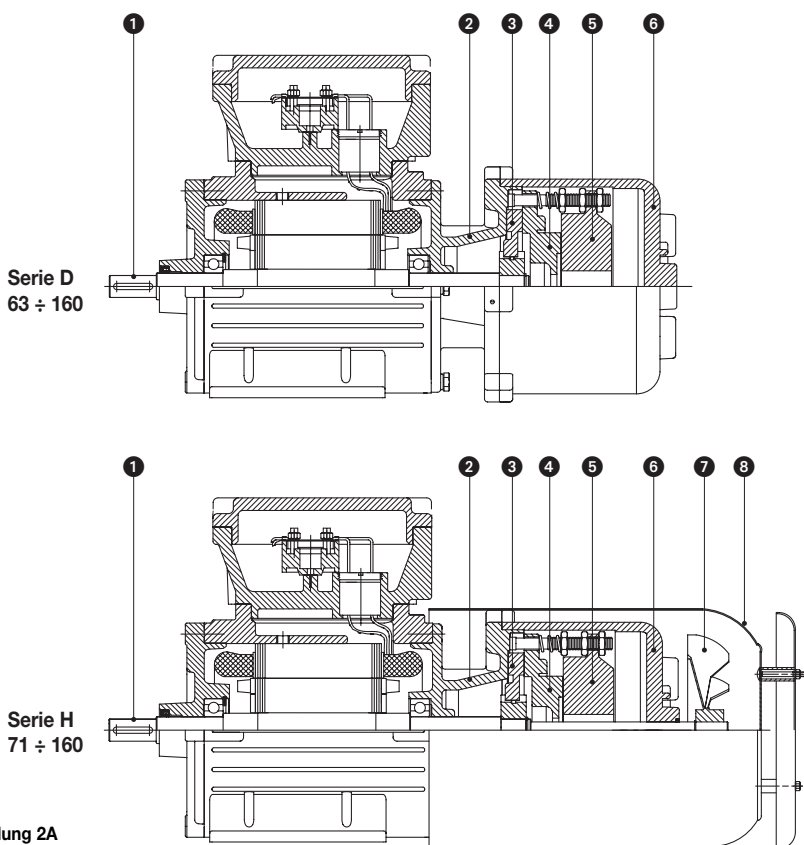

Abbildung 2A
Bei eigenbelüfteten Motoren (Serie H) (Abbildung 2A) die Befestigungsschrauben lösen, die Lüfterhaube ⑧ abnehmen und den Lüfter ⑦ abziehen.